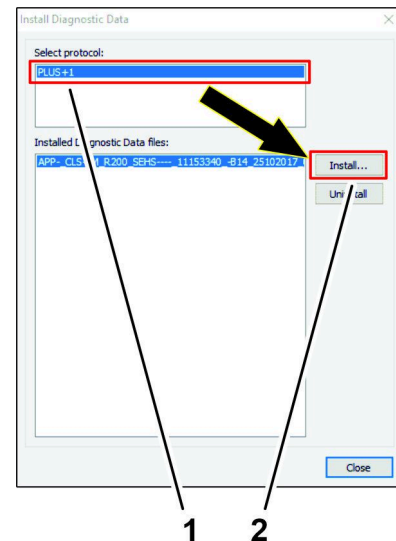

Bild 48
2. Klicken Sie im Dialogfeld Select Protocol [Protokoll auswählen] auf das Symbol PLUS+1, und drücken Sie auf das Symbol INSTALLIEREN (Bild 48).